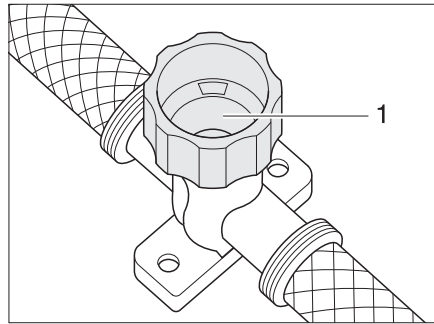

Bild 122 Avtappningskran för varmvattenaggregat
- Stäng avtappningskranen. Vrid då locket (Bild 122,1) medurs.
- Öppna avtappningskranen till varmvattenaggregatet. Vrid då locket (Bild 122,1) moturs.